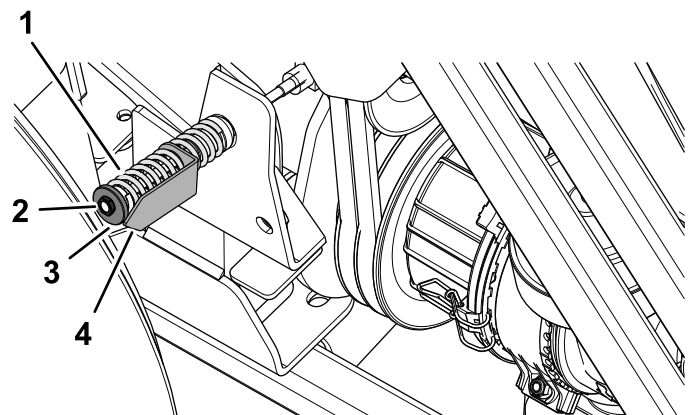

Figura 89
5. Se necessario, ruotate il dado del tensionatore della puleggia tendicinghia sinché la freccia dell'indicatore di tensione non si allinea con la superficie esterna della rondella (Figura 89).
8. Allentate il dado del tensionatore della puleggia tendicinghia; fate riferimento alla Figura 89 in Controllo della tensione della cinghia della PDF \(pagina 68\).